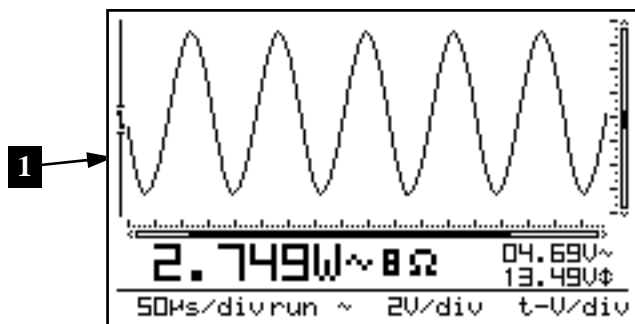

Fig 42
- Se si lavora in auto-range, l'intervento manuale su base-tempi o sensibilità disattiva automaticamente la modalità (Fig 42)